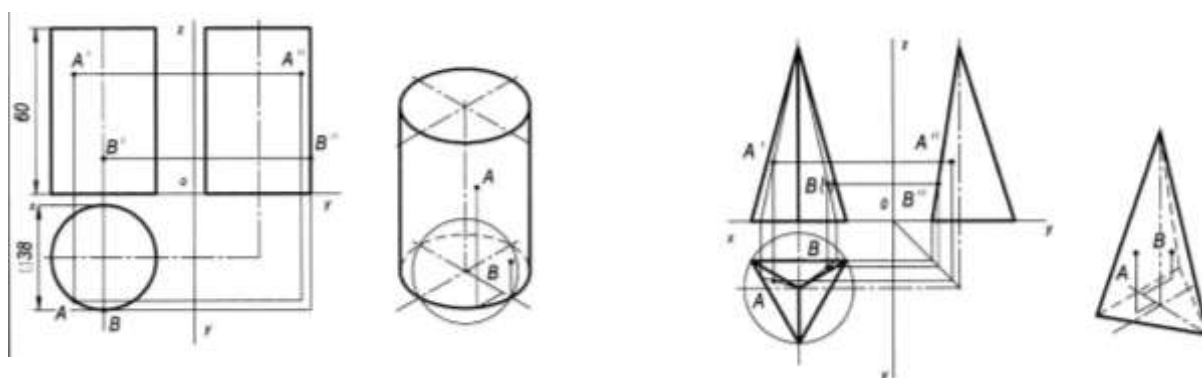

Рисунок 19 - Пример оформления графической работы
4. Построение аксонометрических проекций тел лучше начинать с проекций их оснований, учитывая расстояние между центрами оснований, рис. 19.